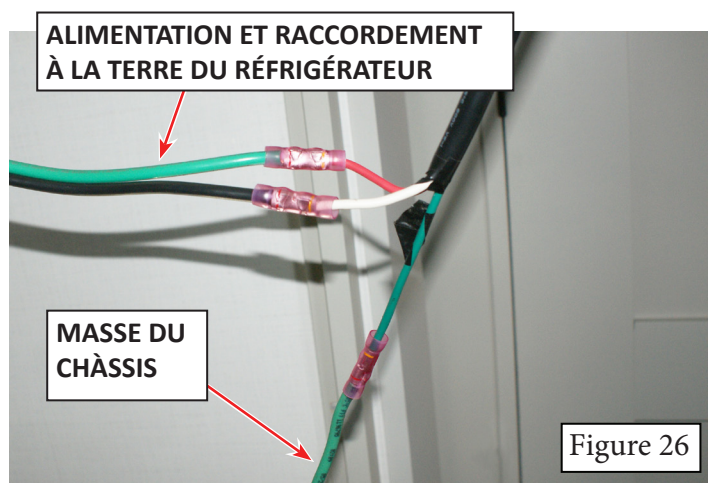

Figure 26
35. Installez les raccords thermorétractables (numéro de pièce 106821) sur les nouveaux fils du réfrigérateur de calibre 3,264 mm et branchez le réfrigérateur (Figure 26).